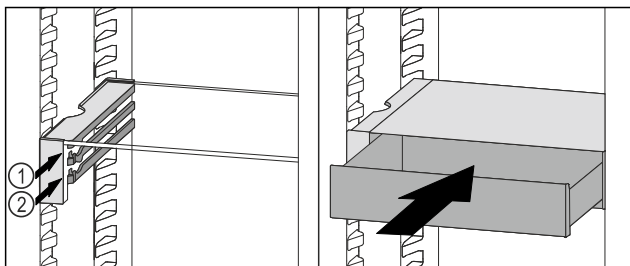

Fig. 198
- ▶ Posizionare il cassetto VarioSafe dietro i tappi sulla nervatura desiderata Fig. 198 (1) o Fig. 198 (2).